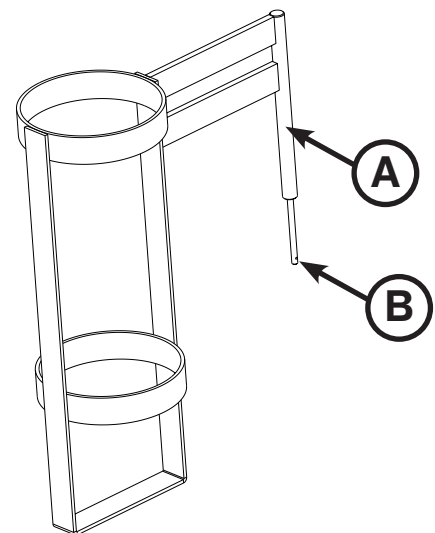

Figura 16.2: Suporte vertical da botija de oxigénio
1. Insira a barra de suporte (A) no receptáculo em qualquer um dos quatro cantos da maca.
2. Insira o contrapino (B) pelo orifício da barra de suporte para manter o suporte da botija na devida posição, conforme se mostra na figura 16.2.